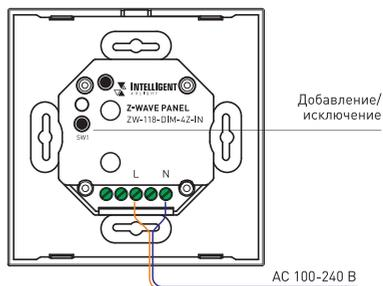

Рисунок 1. Внешний вид панели, подключение и органы управления.
- 3.2. Подключите обесточенные провода от сети ~230 В к клеммам L — фаза и N — ноль (см. Рисунок 1).
- ▼ Нажмите кнопку «Добавление/Исключение» на задней стороне панели или удерживайте более 3 секунд сенсорную кнопку «SWITCH» на лицевой стороне панели (см. Рисунок 1). При входе панели в режим добавления включается индикаторный светодиод.